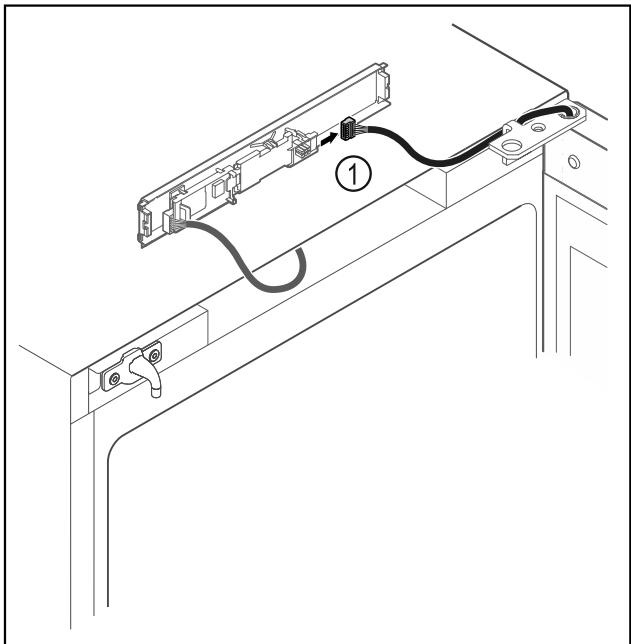

Fig. 13
- Ištraukite iš plokštés kištuką Fig. 13 (1).